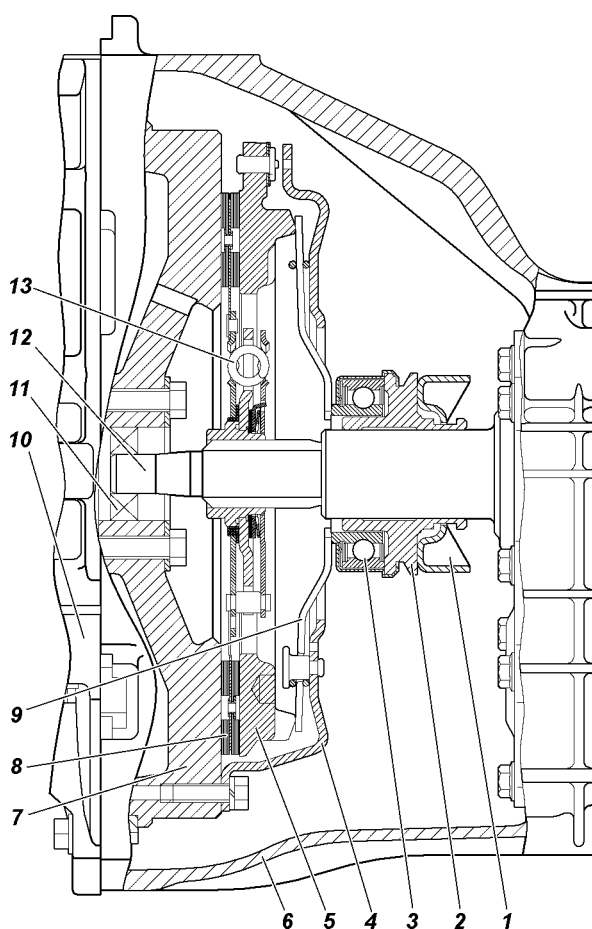

Рис. 5.3. Сцепление для автомобилей с пятиступенчатой коробкой передач:
4. Снимите муфту 2 (см. рис. 5.3) с подшипником 3 ивилку 1 с крышки первичного вала коробки передач.